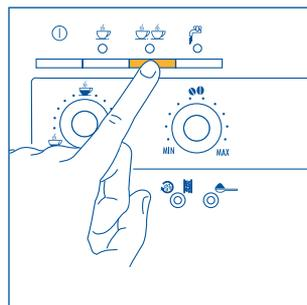

Fig. 13
- 5) Appuyez sur la touche  (fig. 12) si vous désirez faire un café ou sur la touche  (fig. 13) si vous désirez faire 2 cafés. *La machine va maintenant moudre les grains et exécuter une brève pré-infusion avant de compléter la sortie de café dans la tasse.*
NOTA 4: pendant que la machine fait le café, vous pouvez interrompre la sortie à tout moment en appuyant sur la touche ☺ (fig. 12) ou ☺☺ (fig. 13) précédemment sélectionnée.
NOTA 5 : dès que le café a fini de couler, si vous souhaitez augmenter la quantité, il suffit de maintenir la pression sur la touche ☺ (fig. 12) ou ☺☺ (fig. 13) précédemment sélectionnée jusqu'à obtenir la quantité désirée (cette opération doit être exécutée dans les 3 secondes après que le café a fini de sortir).